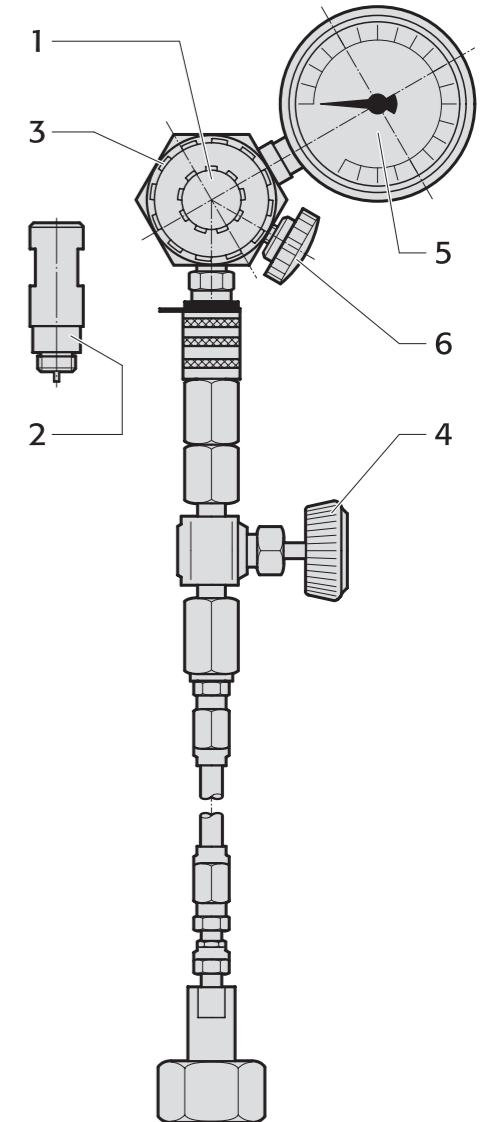

Abbildung 16: Füll- und Kontrollarmatur mit Füllschlauch
9.1 Befüllen der Nehmer und des Druckspeichers mit Stickstoffgas (Abb.16)